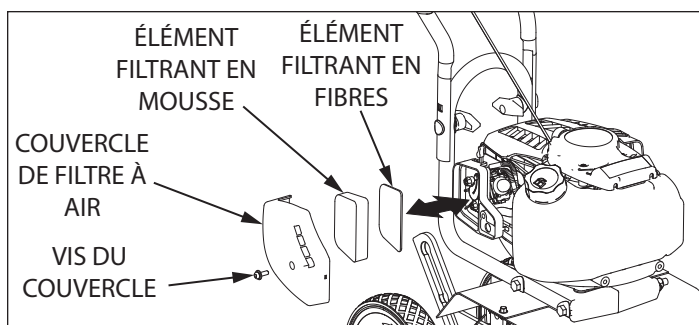

FIGURE 11
3. Retirer le filtre en mousse et les éléments filtrants en fibres. Les remplacer par un filtre en fibres neuf et un filtre en mousse neuf huilé (**VOIR FIGURE 11**) ou nettoyer les filtres en fibres et en mousse existants à l'eau tiède et au savon doux. Penser à huiler soigneusement le filtre en mousse avec de l'huile moteur d'indice 30 ou 40 et essorer tout excédent d'huile avant de le remettre en place. Veiller à bien appuyer uniformément sur le filtre en mousse sur le filtre en fibres pour s'assurer que la mousse est complètement engagée de façon étanche dans son logement.